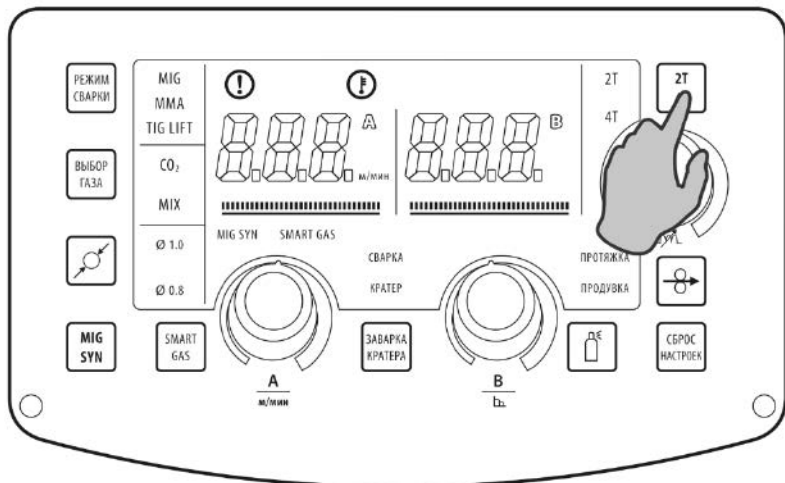

Рис. 8.6.3. Выбор режима работы горелки.
3. Выберите режим работы горелки (см. рис. 8.6.3) в зависимости от длины сварочного шва (см. рис. 7.0.1, п. 14).